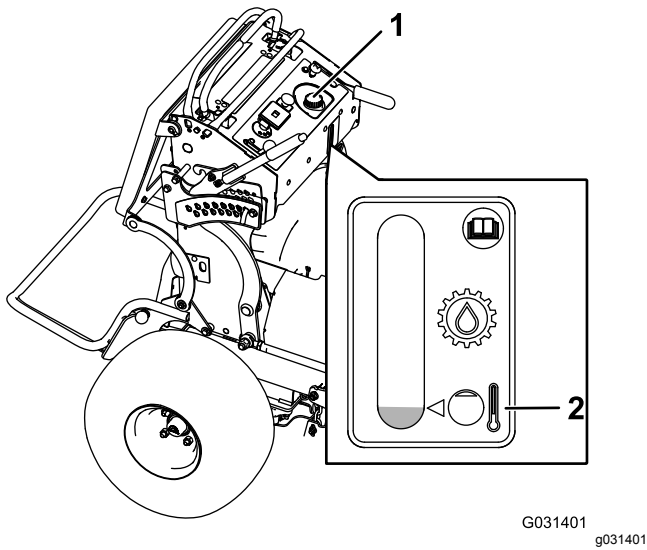

Figure 70
5. Enlevez le bouchon du goulot de remplissage (Figure 70).